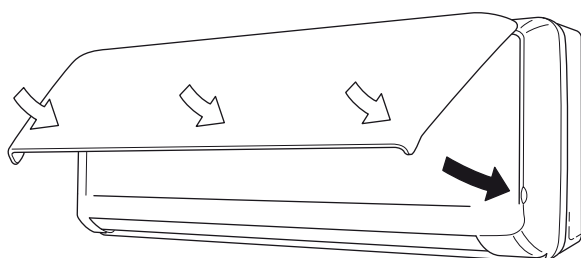

Fig. 19-2
- (6) Chiuso il pannello anteriore, premere fermamente le parti indicate dalle frecce per fermare bene il pannello al suo posto. (Fig. 19-2)